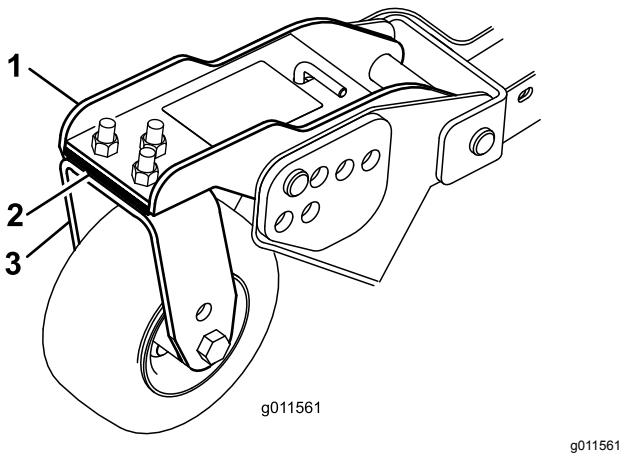

図 34
3. 刈高がステッカーと合わない場合には、シム 3 mm を前キャスターに取り付けて調整する 図 34。
3. 前カッティングユニットの外側ブレードの刈高に比べて左右カッティングユニットの内側ブレードの刈高が高すぎる場合には、その左右カッティングユニットの前内側キャスターームの下側についているシムを一枚抜き取る図 34。